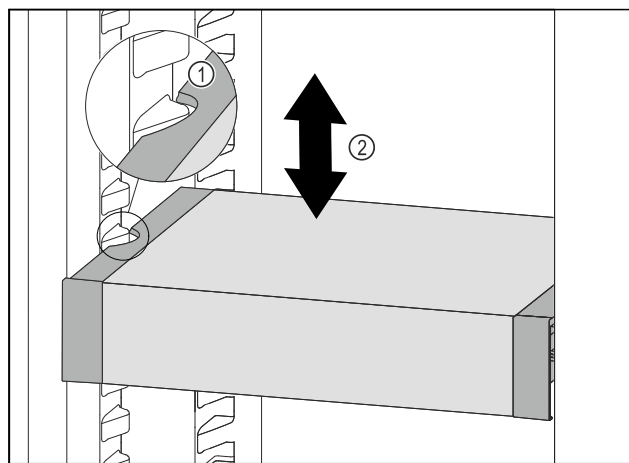

Fig. 103
- Trekk VarioSafe forover, til utsparingene på sidene av VarioSafe er på nivå med rillene i kjøleskapet. Fig. 103 (1)
- Flytt VarioSafe oppover eller nedover i kjøleskapet, til ønsket høyde er nådd. Fig. 103 (2)